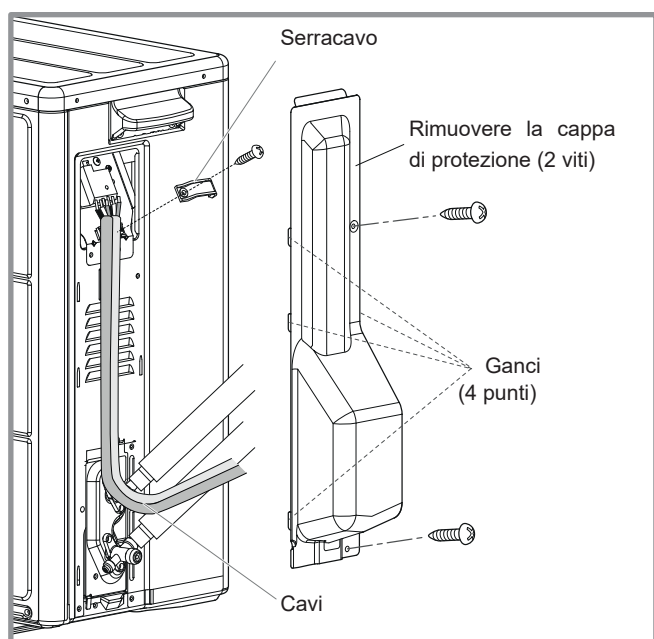

figura 36 - Accesso al morsetto dell'unità esterna
- Effettuare i seguenti collegamenti (figura 36).